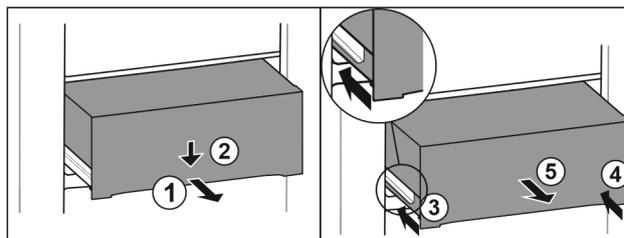

Fig. 139
- ▶ Extraiga el cajón hasta la mitad. Fig. 139 (1)
- ▶ Presionar hacia abajo el cajón de la parte delantera. Fig. 139 (2)
- ▶ Introducir el carril izquierdo unos 2 cm. Fig. 139 (3)
- ▶ Introducir el carril derecho unos 2 cm. Fig. 139 (4)
- ▶ Extraiga el cajón hacia delante. Fig. 139 (5)